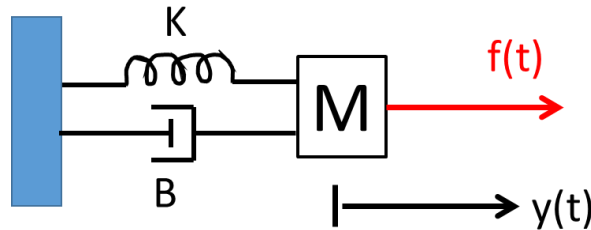
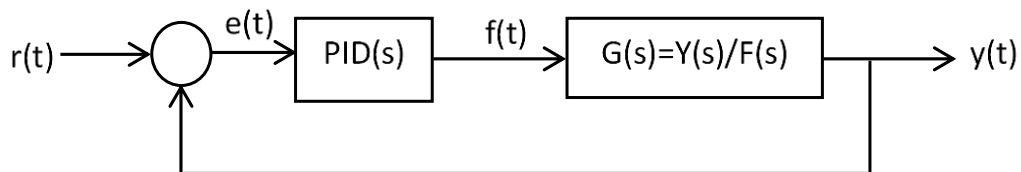

Figura 1.
Figura 2.
- Halle la función de transferencia del sistema de la Figura 1  $G(s) = \frac{Y(s)}{F(s)}$ , para  $M = XX$  Kg,  $B = ZZ$  N·s/m y  $K = YY$  N/m. Con  $XX$  los últimos dos dígitos de su documento de identidad,  $ZZ$  los penúltimos dos dígitos de su documento de identidad y  $YY$  los antepenúltimos dos dígitos de su documento de identidad.
- Halle el polinomio característico  $P(s) = s^2 + 2 \cdot \xi \cdot \omega_n \cdot s + \omega_n^2$  que debe tener el sistema en malla cerrada  $T(s)$  de la Figura 2 para tener un porcentaje de sobreimpulso  $\%OS = AA$  % y un tiempo de establecimiento  $t_{ss} = BB$  s. Con  $AA$  el tercer y cuarto dígito de su
- e) Halle los valores de las constantes del controlador PID(s) tal que el sistema retroalimentado de la Figura 2 tenga el mismo polinomio característico hallado en el numeral e).
- f) Usando Matlab alimente el sistema  $G(s)$  de la Figura 1, el sistema en  $G(s)$  retroalimentado unitariamente y el sistema en malla cerrada  $T(s)$  de la Figura 2 con una entrada que sea un escalón unitario. Compare las tres respuestas halladas entre ellas y respecto a la entrada.